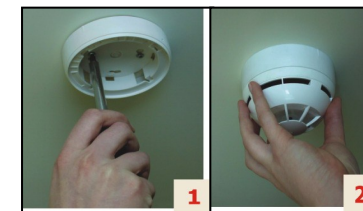

Figura 5 - Collocazione del rilevatore
2) Installare e fissare la base nel punto scelto con le viti in dotazione (figura 5 e 6).
3) Inserire il rilevatore nella base (figura 5).